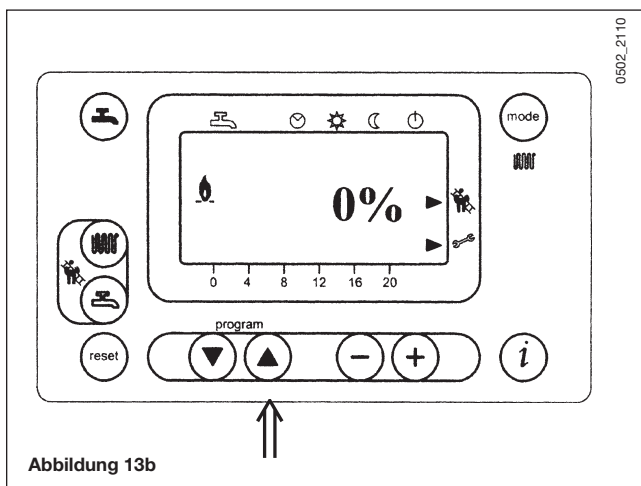

Abbildung 13b
- Durch Drücken der Taste  (0% auf dem Display Abbildung 13b) den Betrieb mit minimaler Heizleistung einschalten.